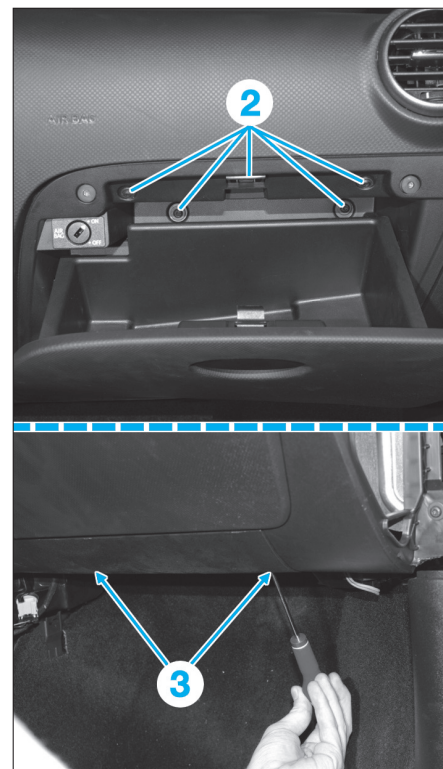

Fig. 27
- Déposer les vis supérieure (2) et inférieure (3) (Fig.27).